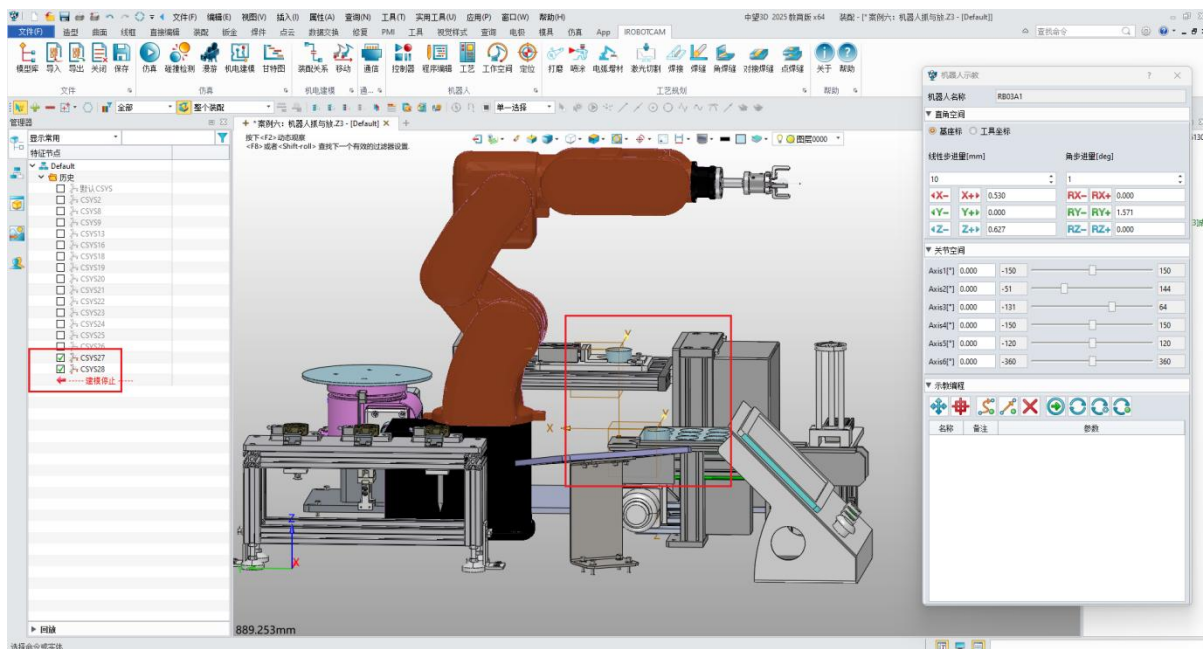

图 10-23: 隐藏坐标系统
- ◇ 取消勾选所有选中的坐标系, 将它们从场景中隐藏。(图 10-23)